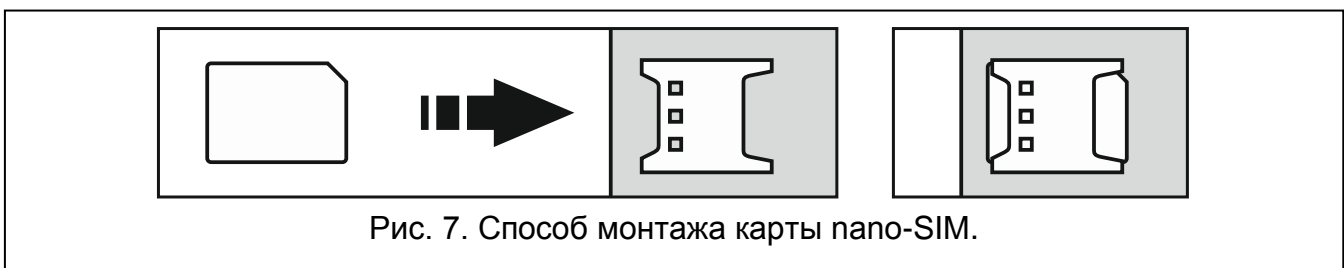

Рис. 7. Способ монтажа карты nano-SIM.
3. Вставьте SIM-карту / SIM-карты в держатель (рис. 7).